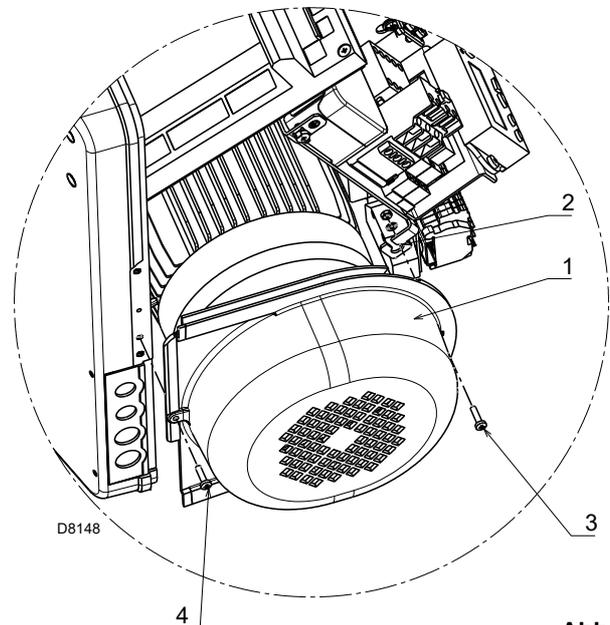

Abb. 21
- vor Montage der Haube ist es notwendig, den beiliegenden Motorschutz 1)(Abb. 21) an der Rohrschelle 2) anzubringen, wozu die entsprechenden Schrauben 3) mit Mutter und Unterlegscheibe verwendet werden.